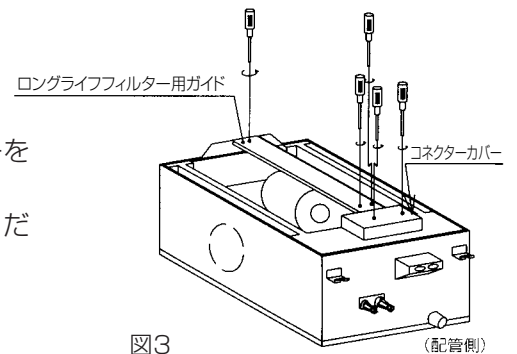

図3
1. ロングライフフィルター用ガイドの取外し(図3)
- ①ロングライフフィルターを取外してください。
- ②コネクターカバーの固定ネジ(2本)をはずしてコネクターカバーを取外してください。
- ③ネジ3本を取外しロングライフフィルター用ガイドを取外してください。